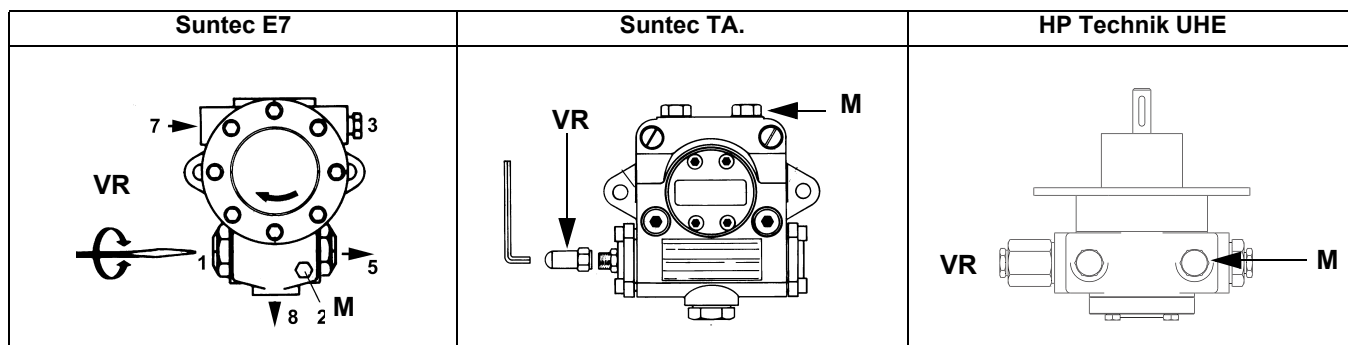
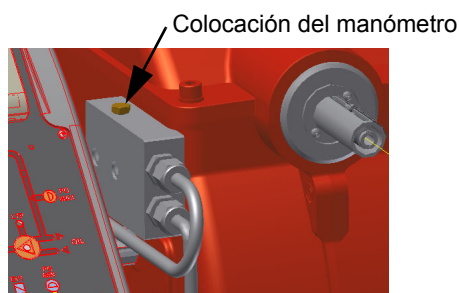

Fig. 5
Fig. 6
- 3 purgar el aire de la conexión (**M**) manómetro de la bomba (Fig. 5), aflojando levemente el tapón, sin quitarlo; luego soltar el contactor;
- 5 La presión de alimentación de la boquilla ya es previamente calibrada en fábrica y no debe ser modificada. Sólo si fuera necesario, regular la presión de alimentación (véase apartado correspondiente) de la siguiente manera: colocar un manómetro en la posición indicada en Fig. 6 intervenir en el tornillo de regulación **VR** de la bomba (véase Fig. 5) hasta obtener una presión en la boquilla igual a 20 bar (boquillas Monarch o boquillas Bergonzo – véanse gráficos en pag. 37-34)